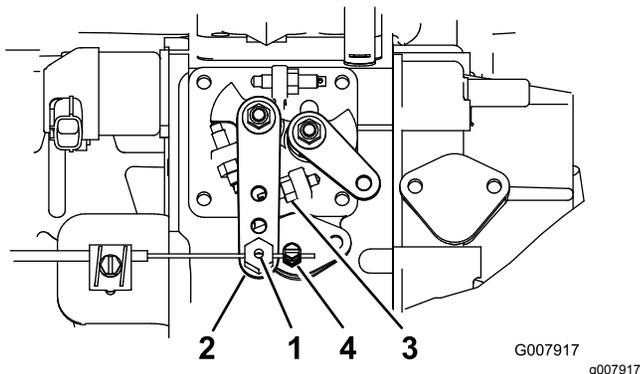

Рисунок 52
2. Ослабьте соединитель на тросике дроссельной заслонки, расположенный рядом с рычагом насоса для впрыска топлива (Рисунок 52).
3. Удерживайте рычаг насоса для впрыска топлива прижатым к упору высоких оборотов холостого хода (Рисунок 52).